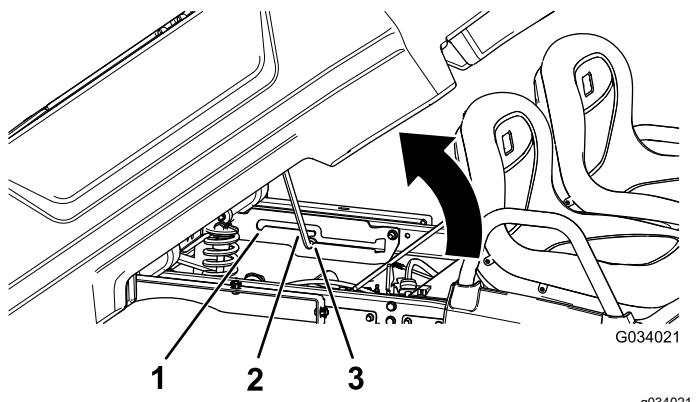

Figura 20
2. Tire de la varilla de sujeción hasta que entre en la ranura de retención de la posición de volquete, para afianzar la plataforma (Figura 20).
2. Extraiga la varilla de sujeción de la ranura de retención (Figura 20).
2. Tire de la varilla de sujeción hasta que entre en la ranura de retención de la posición de servicio, para afianzar la plataforma mientras se realizan tareas de mantenimiento (Figura 20).